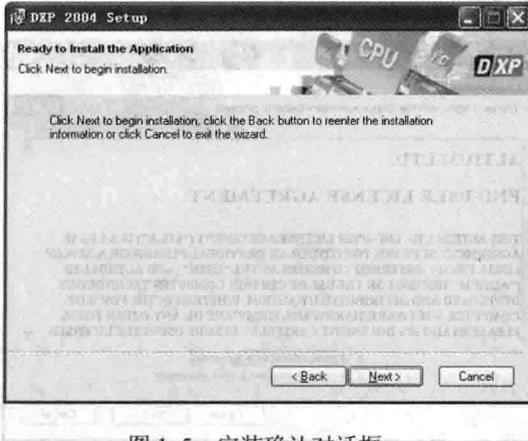

图 1-5 安装确认对话框
5) 单击“Next”按钮, 进入如图 1-5 所示的“Ready to Install the Application”(安装确认)对话框。如果用户确定所有的准备工作都已就绪, 则直接单击“Next”按钮, 安装程序开始向硬盘中写入文件, 如果有需要修改的内容, 则单击“Back”按钮退回到之